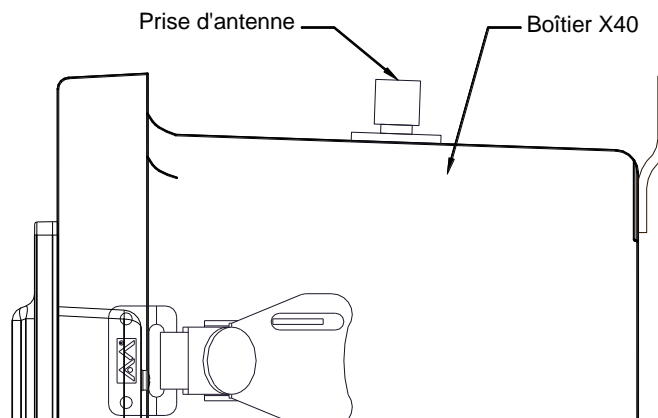

Figure 15 Prise d'antenne N4X
9. Si vous avez acheté une centrale MX40-N4X avec option sans fil, le module radio est installé dans le boîtier et une prise d'antenne est fournie sur le dessus du boîtier (Figure 15). Installez l'antenne externe à un emplacement approprié en visibilité directe avec les appareils sans fil. Connectez le câble RF du connecteur sur le dessus de la MX 40 à l'antenne.